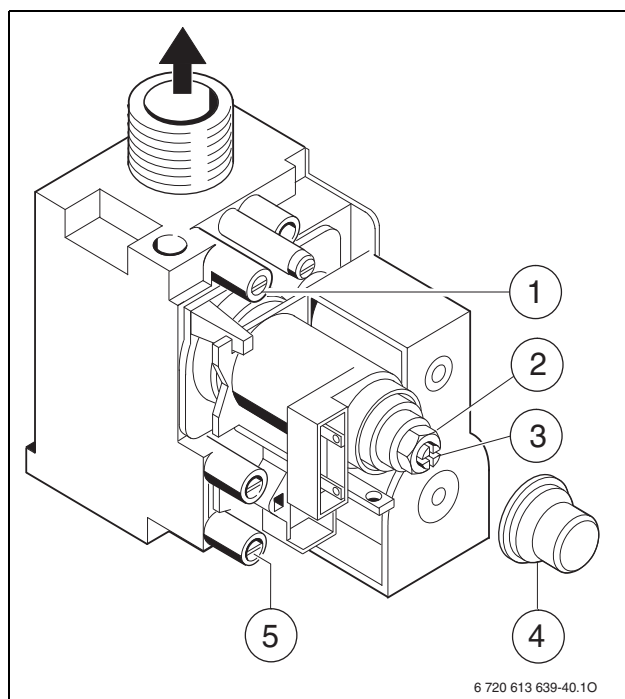

Fig. 35 Gruppo gas
- ▶ Allentare la vite di tenuta sull'attacco della presa di misurazione pressione agli ugelli (→ Fig. 35, [1]) e collegarvi il manometro del gas.
- ▶ Rimuovere il coperchio (→ Fig. 35, [4]).
- ▶ Ricavare la "max" pressione agli ugelli (mbar) dalla tabella di pagina 64. Impostare la pressione agli ugelli tramite il dado di regolazione massima portata gas (→ Fig. 35, [2]). Rotazione a destra più gas, rotazione a sinistra meno gas.
- ▶ Ricavare la "min" pressione agli ugelli (mbar) dalla tabella di pagina 64. Impostare la pressione agli ugelli tramite il dado di regolazione portata minima del gas (→ Fig. 35, [3]).
- ▶ Allentare la vite di tenuta sull'attacco della presa di misurazione pressione gas in ingresso (→ Fig. 35, [5]) e collegarvi il manometro.
- Rimuovere il coperchio (→ Fig. 35, [4]).
- Ricavare la "max" portata del gas dalla tabella di pagina 64. Impostare la portata del flusso di gas tramite il dado di regolazione massima portata gas (→ Fig. 35, [2]). Rotazione a destra più gas, rotazione a sinistra meno gas.
- Ricavare il flusso "min" del gas dalla tabella di pagina 64. Impostare il flusso del gas sul contatore con il dado di regolazione portata ridotta del gas (→ Fig. 35, [3]).